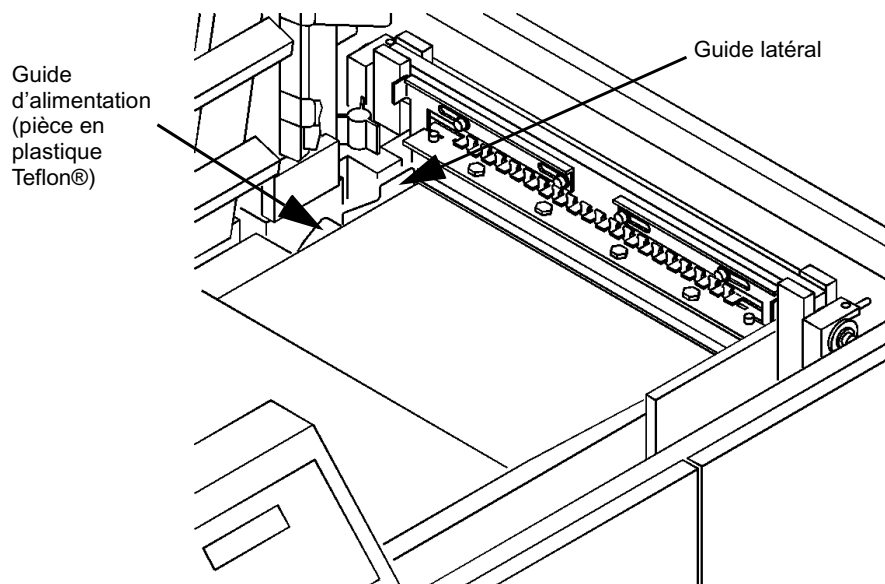

Figure 4-3: Le guide latéral et le guide d'alimentation
- 5 Ouvrez (soulevez) le dispositif de verrouillage d'éjection des feuilles. Nettoyez les ceintures vertes se trouvant en-dessous des poignées de verrouillage, le réflecteur du détecteur et le détecteur (en-dessous de l'orifice de la plaque qui sert de base) à l'aide d'alcool à 90 % et d'un chiffon non-pelucheux propre. Nettoyez le guide latéral et le guide d'alimentation, voir Figure 4-3. Nettoyez également toutes les accumulations de poussière de papier ou de toner sous la plaque qui sert de base.